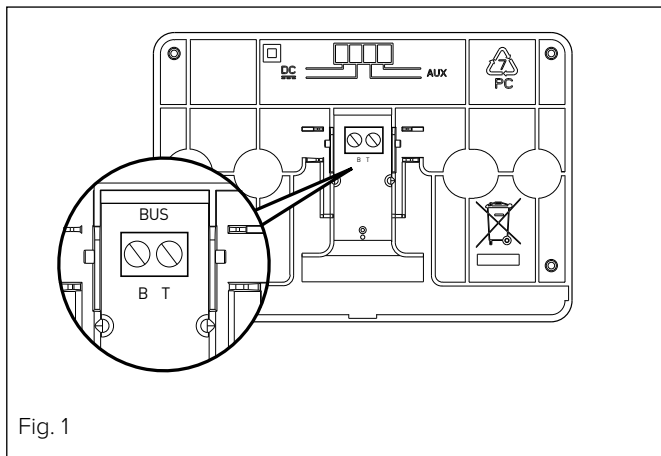

Fig. 1
- Ligue o par de fios ao conector (como explicado na página seguinte) e feche novamente a lingueta de protecção (fig.1),